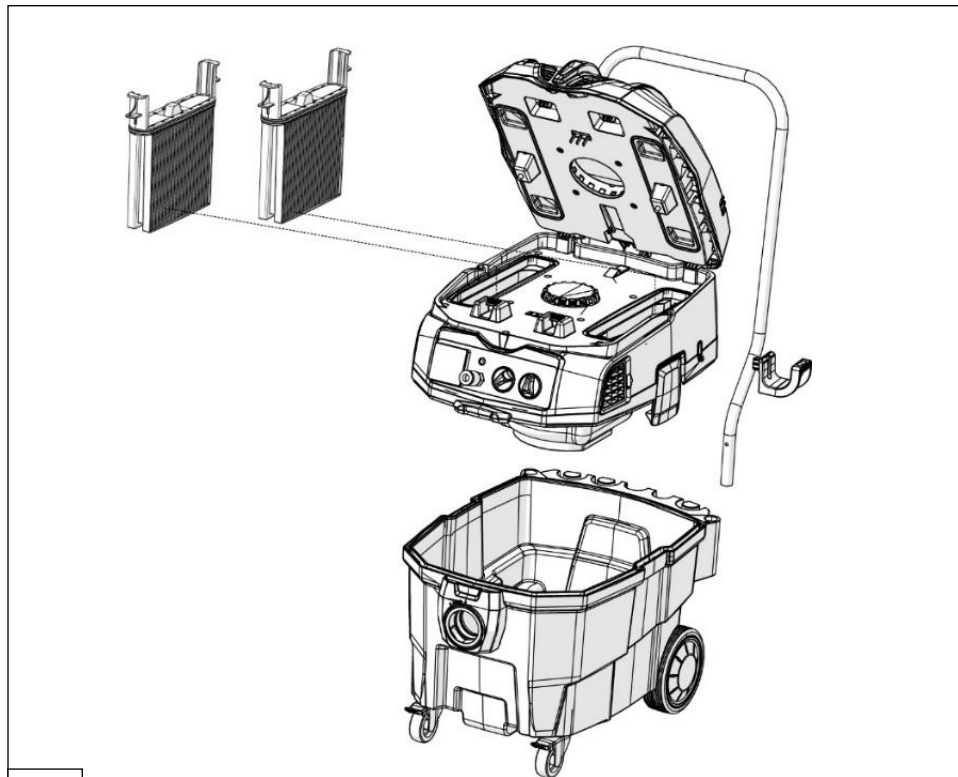

Fig. 1
1. TESTATA ASPIRANTE con VANO FILTRI ACCESSIBILE in Fig.1;
2. Coppia di FILTRI (integrati nell'apposito alloggiamento) in Fig.1;